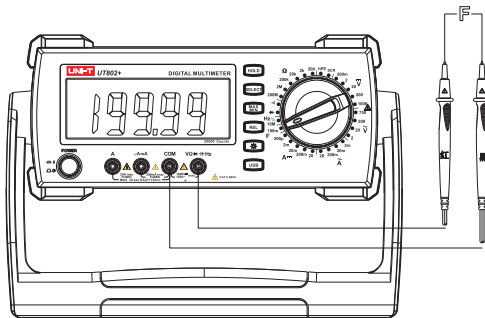

图5. 电容测量
- 2) 将仪表的旋转开关转到"图5"电容测量档，将表笔并联到被测电容二端上